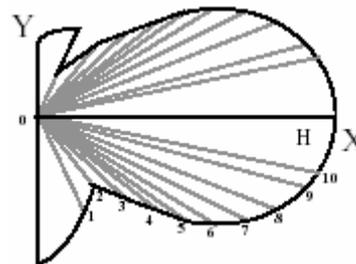

Рис. 5
**ПОТЕНЦИОМЕТР "MW"** – настройка дистанции обнаружения МВ канала применительно к защищаемой территории (см. рис. 5). Положение потенциометра посередине шкалы эквивалентно дистанции 15 метров, в минимальном положении – 7 метров. Вращая потенциометр по часовой стрелке вы увеличиваете дальность обнаружения, против – уменьшаете.